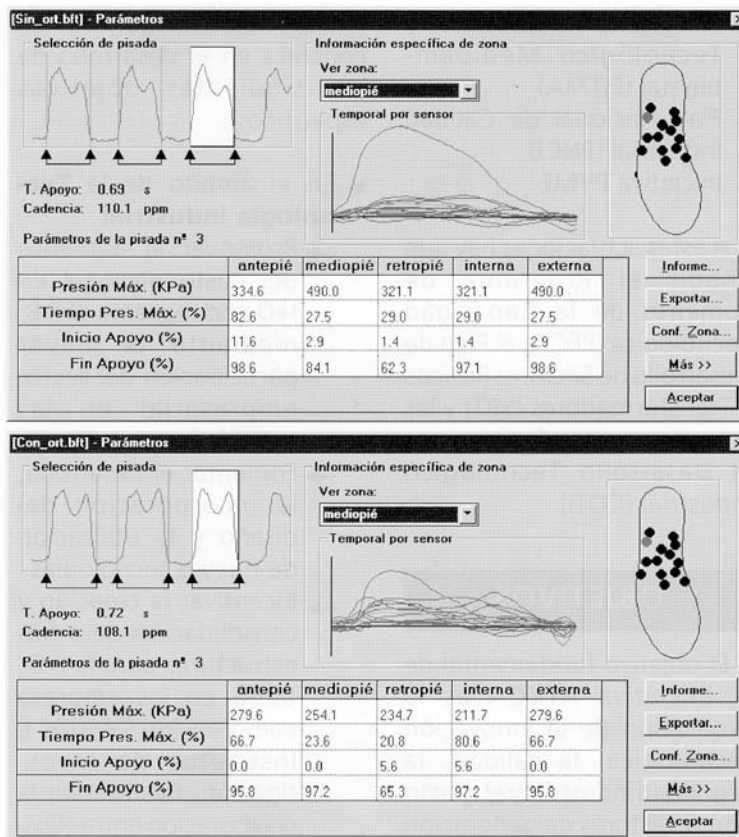

FIGURA 7: La comparación entre parámetros muestra el efecto distribuidor de presiones logrado con la inclusión de la ortesis.
g) Seleccione la opción **Ver** del menú **Parámetros** de cada una de las medidas para obtener una información cuantitativa de la modificación de la presión en la/s zona/s de interés en el registro CON ortesis respecto al registro anterior SIN ortesis. Obtenga los parámetros de dos pisadas completas en cada medida. Imprima un informe de cada una de las pisadas de cada medida (véase figura 7).